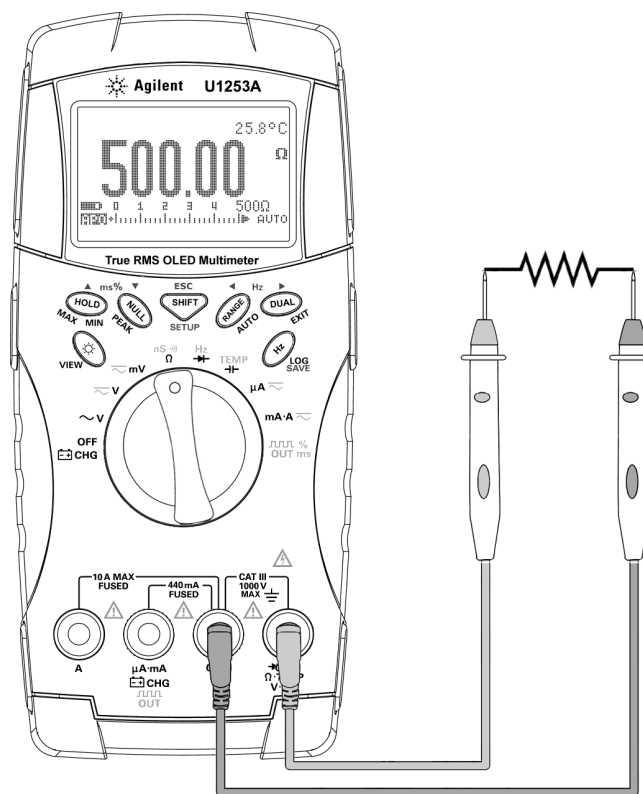

Figure 2-7 Mesure de la résistance
- 2 Connectez les cordons de test rouge et noir respectivement aux bornes d'entrée Ω (**rouge**) et **COM (noire)** (reportez-vous à la Figure 2-7 à la page 41).